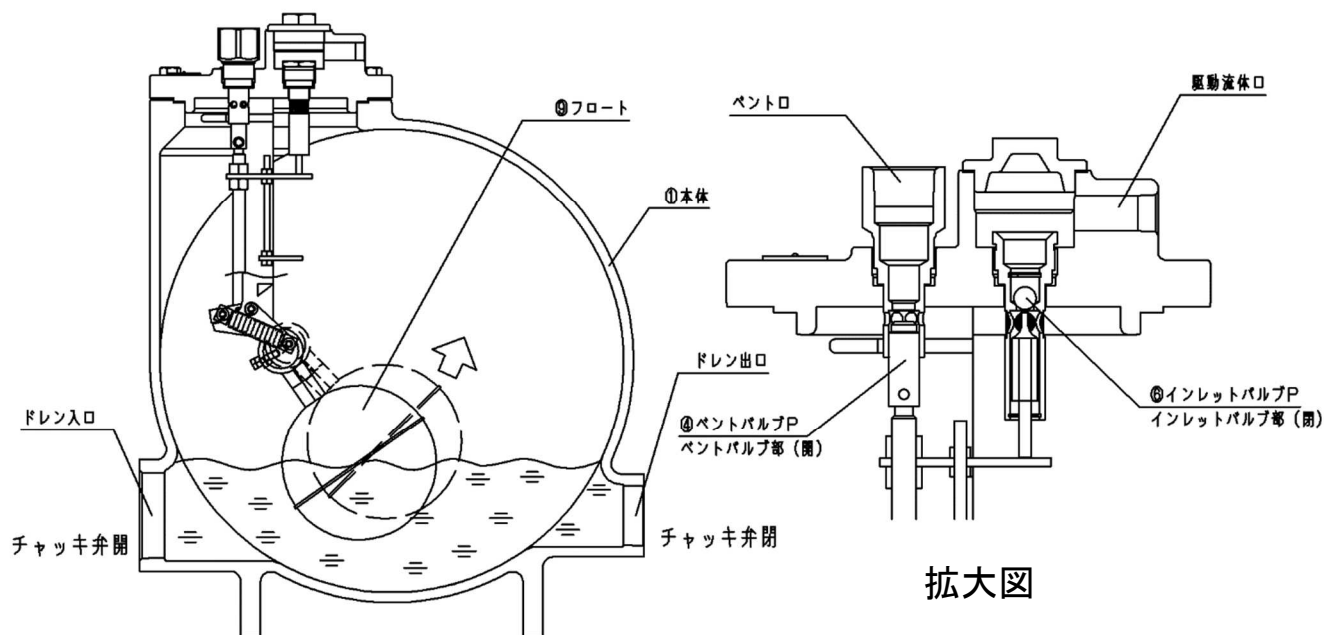

図 3
ドレン入口よりドレンが①本体内部に流入し、⑨フロートが浮力により上昇します(図 3 参照)。